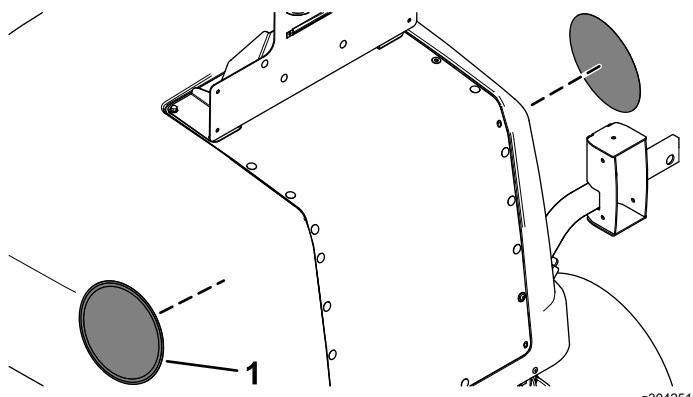

Bild 27
15. Bringen Sie Geschwindigkeitsaufkleber auf jeder Seite der Haube an (Bild 27).